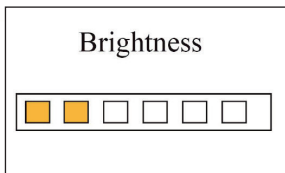

Figura 4.10A Impostazione luminosità
- **Luminosità:** Per impostare la luminosità della retroilluminazione vi sono 6 livelli disponibili; l'impostazione predefinita è il livello 3 come mostrato nella figura 4.10A.